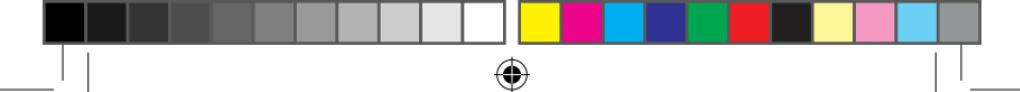

Fig. 1
-Pulse el botón encendido/apagado (E).
-La pantalla LCD se pondrá de color azul viéndose todos los valores (Fig. 1) y oirá una alarma. Luego de este chequeo inicial la pantalla mostrará la temperatura 0.0 indicando que ya está listo para realizar una medición.